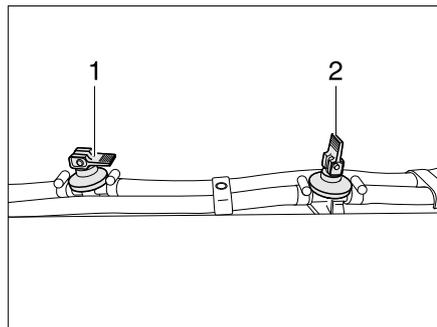

Bild 235 Ablasshahn
- Alle Ablasshähne öffnen. Dazu den Kipphebel (Bild 235,1) senkrecht stellen.